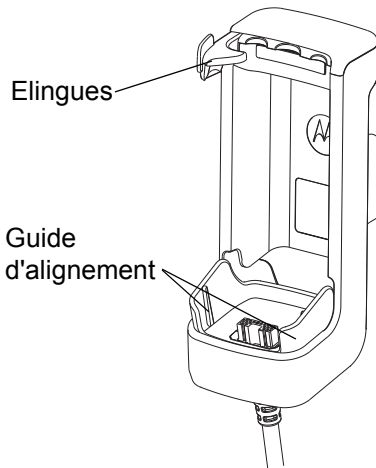

Figure 1. Socle de charge PMLN6182 avec module d'alimentation pour voiture.
1. Placez le terminal portable TETRA sur le support/bac en alignant les encoches de sa partie inférieure aux guides du support/bac, comme indiqué dans la Figure 1.
1. Puis faites tourner le crochet tournant dans le sens des aiguilles d'une montre pour libérer le terminal. (voir Figure 1 page 4).